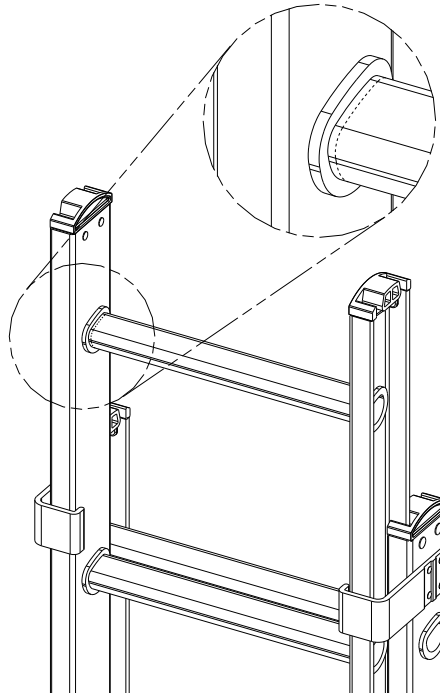
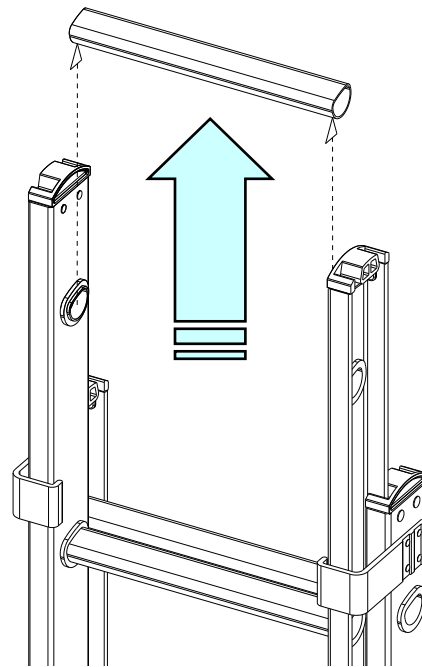

Fig B1-1
Fig. B1-2
1. Remove the top rung of the fly section. If your ladder is a rung to rail connect style, use a fine cut hacksaw to cut the left hand side of the rung as close to the bead of the rung as possible as shown by the dotted lines in **Fig B1-1**, repeat this step for the other side of the rung, and finally remove it from the ladder (**Fig B1-2**).
1. Remueva el peldaño superior de la sección móvil. Si su escalera es del tipo peldaño engargolado, use una segueta de diente fino para cortar el peldaño tan cerca como sea posible de la cama engargolada del mismo como se muestra por las líneas punteadas en la **Fig. B1-1** repita este paso para el otro lado del peldaño, y finalmente remuévalo de la escalera (**Fig. B1-2**).